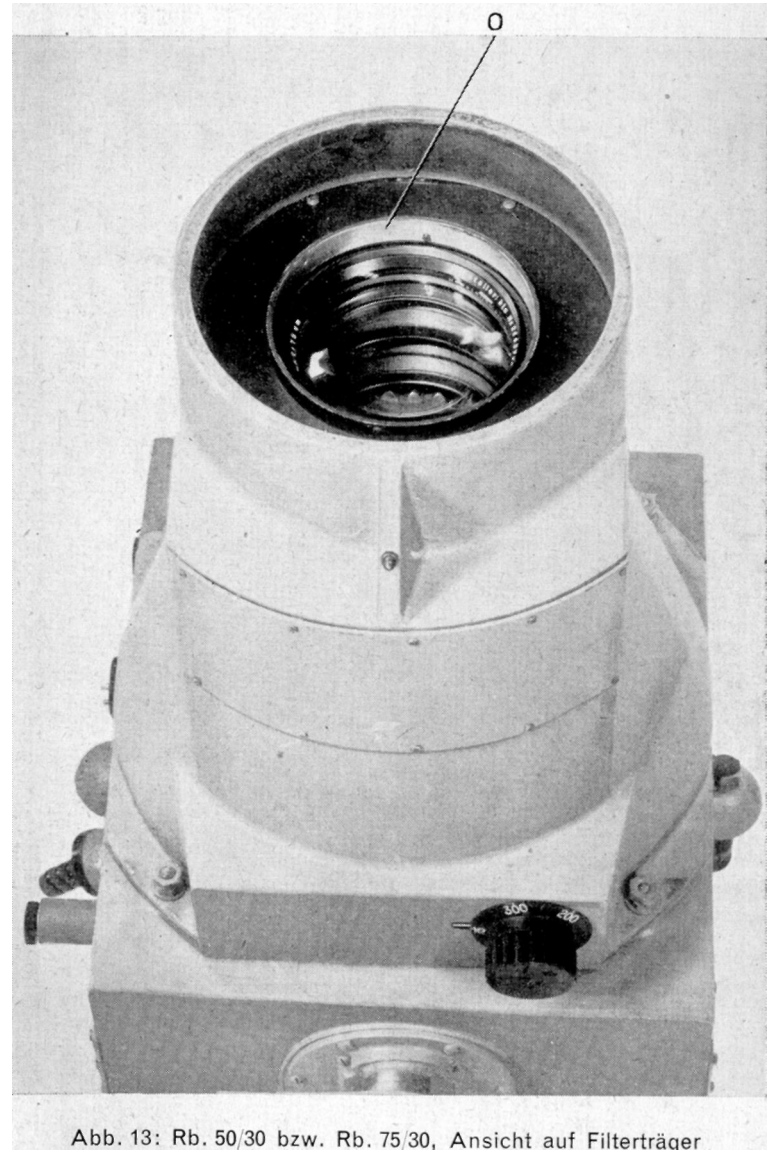

Abb. 13: Rb. 50/30 bzw. Rb. 75/30, Ansicht auf Filterträger
b) für Rb. 50/30 und 75/30 (Abb. 13 16)